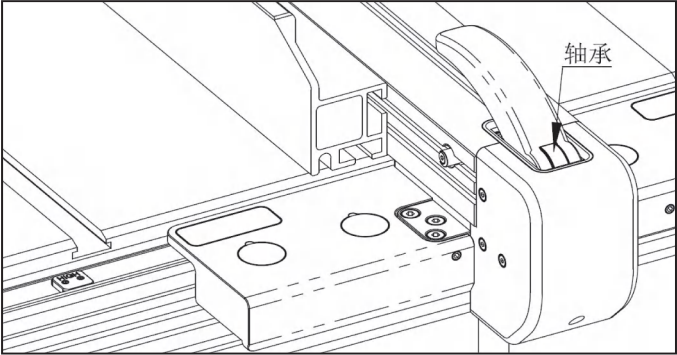

图 9-1
- 不要让锁紧把手处的轴承沾水或汗液,及时喷涂防锈剂,如图 9-1。